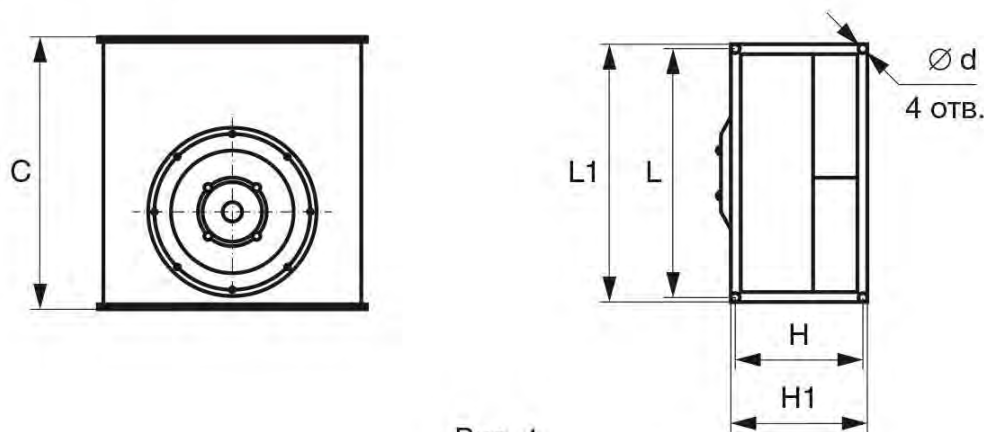

Рис. 1
- 2.5 Технические характеристики, габаритные и присоединительные размеры ВКП приведены на рис. 1.